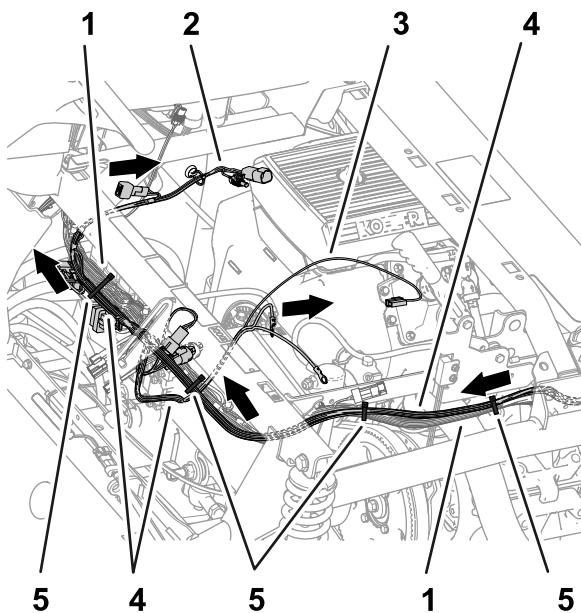

Bild 82
5. Verlegen Sie den Kabelbaumzweig (84 cm), Kabelbaumzweig (60 cm) und Kabelbaumzweig (66 cm) des Kitkabelbaums über dem Stützrohr des Stoßdämpfers, wie in **Bild 82** abgebildet.
6. Befestigen Sie den Kitkabelbaum am Maschinenkabelbaum, wie in Bild 80, Bild 81 und Bild 82 abgebildet.